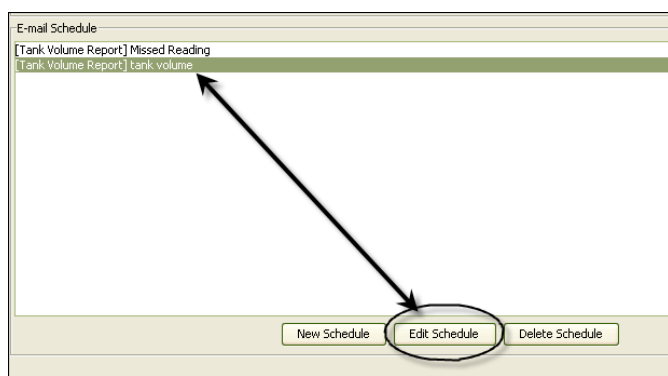

FIG. 145
1. Sélectionnez l'événement que vous souhaitez modifier et cliquez sur le bouton Modifier Horaire montré à la FIG. 145.